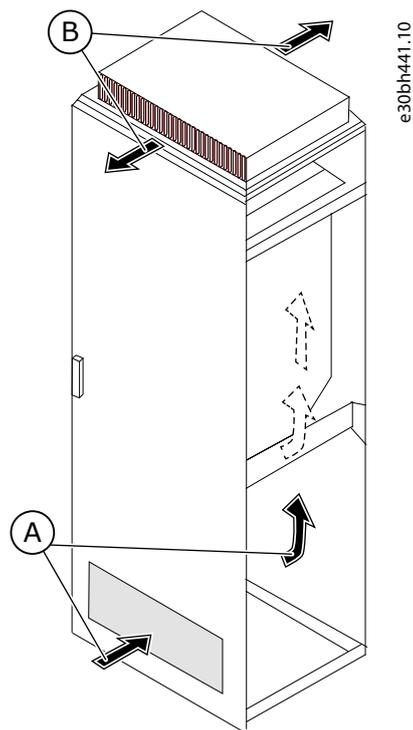

Ilustración 9: Flujo de aire de refrigeración dentro del armario
- Los agujeros de salida de aire deben situarse en la parte superior del armario. Consulte los tamaños mínimos de los agujeros de salida de aire en el apartado Tabla 6 y la distribución recomendada en el apartado Ilustración 9.